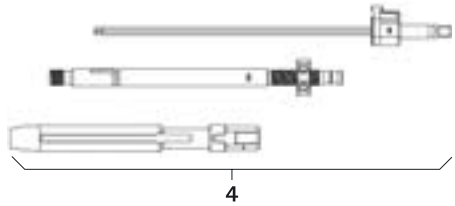

Fig. 6
- Montage du levier de réduction 4, voir Fig. 6.